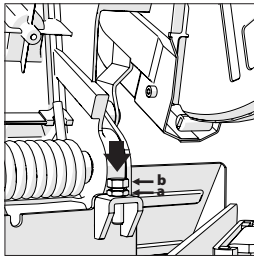

Fig. 14
- Lösen Sie die Kontermutter an der Anschlagschraube für die Abwärtsbewegung. (**Abb. 14 Pos a**)
- Drehen Sie die Einstellschraube (**Abb. 14 Pos b**) heraus (entgegen dem Uhrzeigersinn), um die Abwärtsbewegung des Schneidkopfes zu verkürzen.